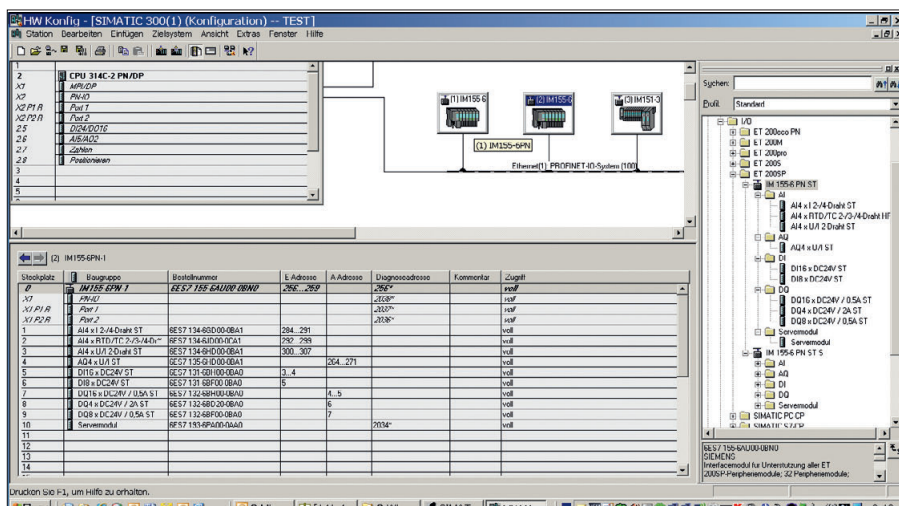

Рис. 5. Децентрализованная периферия ET200SP в аппаратном конфигураторе STEP 7
Собираем тестовую конфигурацию, для чего дополняем HW-каталог пакета STEP 7 предлагаемым GSD-файлом. В аппаратном каталоге возникают два совершенно идентичных набора компонентов, отличающихся только символом S. Это одни и те же модули, но работают они в разных режимах (рис. 5). Различия касаются мониторинга питания периферии. Первый режим (без буквы) — это стандартный путь генерирования прерываний, вызова соответствующего организационного блока (OB) и последующего чтения SSL-списка (всё, как было раньше с ET200S). Второй режим проще: каждый IM получает собственные адреса в «аналоговой» области, и эти два слова можно опросить из программы пользователя без каких-либо дополнительных ухищрений. В зависимости от состояния питания и наличия модуля в посадочном месте соответствующий байт будет выставлен в 0 или в 1. Это довольно интересное решение, которое очень сильно упрощает диагностику, но, с другой стороны, такой метод очень